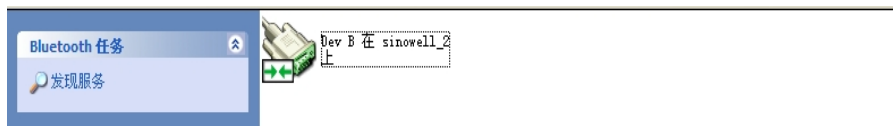

图 15 蓝牙串口连接成功
蓝牙连接成功后，在“我的蓝牙位置”中出现  sinowell_2 未知: 主要 (31) 图标，双击该图标后，出现“Dev B 在 sinowell_2 上”图标，如图 15 所示：